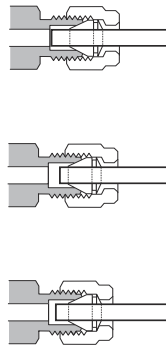

Figure 13 Raccord terminé
- 10** Des raccords correctement et incorrectement emboutis sont représentés à la Figure 13. Notez que l'extrémité du tube dans un raccord correctement embouti n'est pas écrasé et n'intervient pas avec le rôle des ferrules.